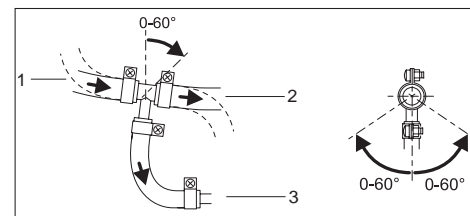

Рис. 13: Пример: монтажное положение топливоотборного тройника на подающей линии
- Установите топливоотборный тройник так, чтобы пузырьки воздуха и газа могли сами уходить в сторону бака автомобиля. См. Рис. 13.